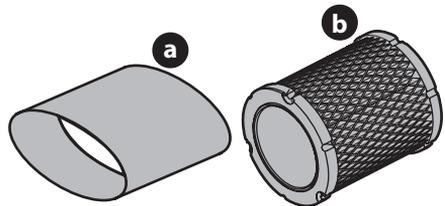

Figure 12
4. Enlevez le pré-filtre (a) en mousse qui se trouve autour du filtre à air en papier (b) (Figure 12). Remplacez la cartouche en papier si elle est sale ou endommagée. Nettoyez le pré-filtre en mousse ou remplacez-le s'il est endommagé.